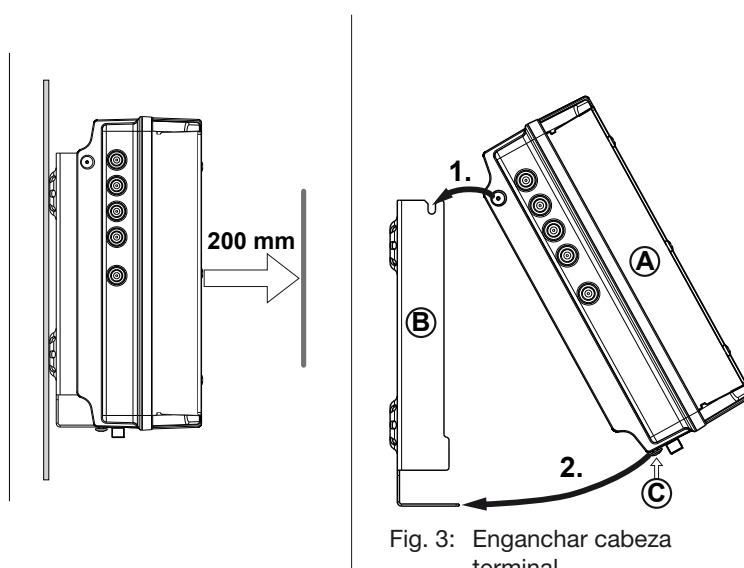

Fig. 3: Enganchar cabeza terminal
1. Monte el soporte de pared en posición horizontal sobre la superficie de montaje, véase ⓑ en Fig. 3. Al hacerlo tenga en cuenta:
2. Enganche la cabeza terminal Ⓐ al soporte de pared ⓑ; véase Fig. 3.